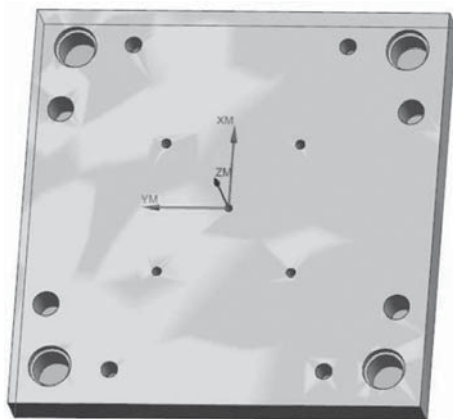

图 4-1-8 毛坯几何体
(2) 单击 (指定部件) 图标, 弹出“部件几何体”对话框, 选取加载零件作为加工最终部件, 单击“确定”按钮返回“工件”对话框。
(3) 单击 (指定毛坯) 图标, 弹出“毛坯几何体”对话框, 单击对话框右侧的图标, 选择包容块选项, 单击“确定”按钮返回“工件”对话框。
(4) 单击 (显示) 图标, 观察设置的部件和毛坯是否符合要求, 如图 4-1-8 所示。